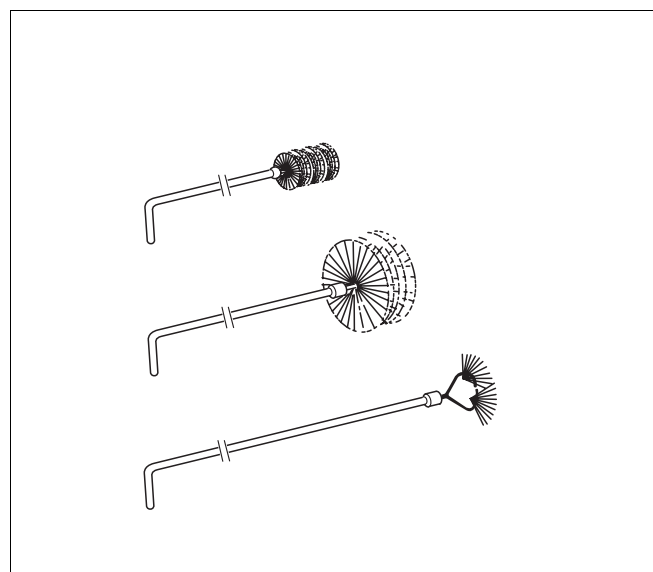
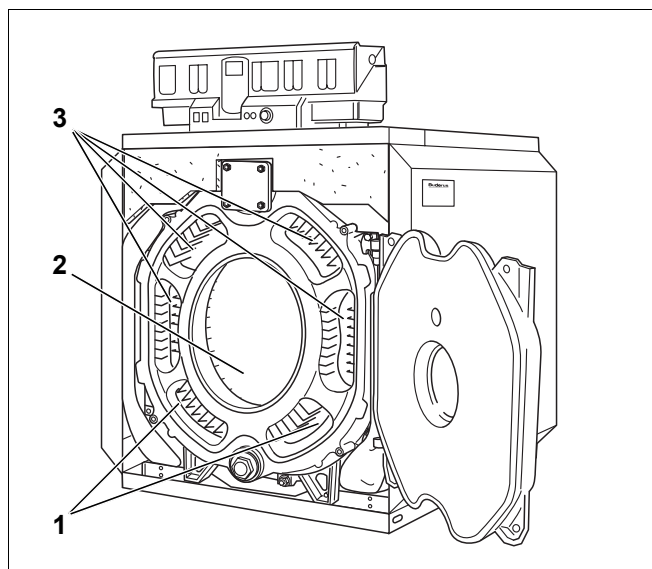

Bild 53 Reinigungsbürsten
Bild 54 Reinigung der Heizgaszüge
Eine Darstellung der verschiedenen von **Buderus** angebotenen Bürstentypen (Zusatzausstattung) zeigt Bild 53.
- ▶ Die Heizgaszüge (Bild 54, **Pos. 1 u. 3**) sind mit den Reinigungsbürsten 1 und 2 (Bild 53) von vorne nach hinten zu reinigen.
- ▶ Der restliche Brennraum (Bild 54, **Pos. 2**) ist mit der Reinigungsbürste 2 zu reinigen.
- ▶ Die unteren Heizgaszüge von vorne mit der Reinigungsbürste 2 reinigen (Bild 54, **Pos. 1**).